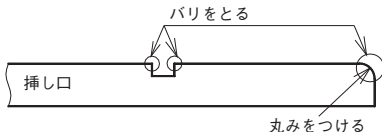

図84 挿し口のバリ取りおよび端面処理
- ③ やすりまたはグラインダ等を使用して、加工部に発生したバリを取る(図84)。